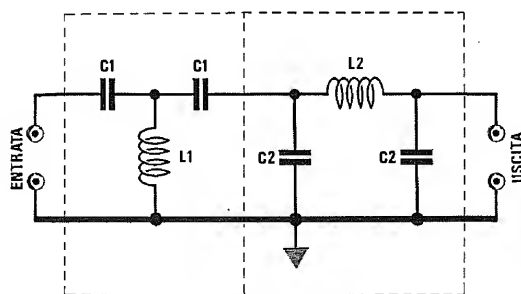
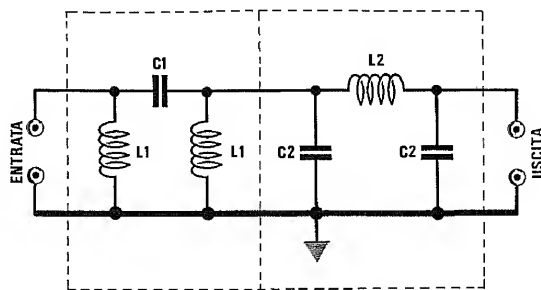

Fig.8 Filtro Passa/Banda composto da un Passa/Alto a T seguito da un Passa/Basso a Pi-Greco. Qui sotto le formule per calcolare i valori di L/C.
Fig.9 Filtro Passa/Banda composto da un Passa/Alto e da un Passa/Basso entrambi a Pi-Greco. Qui sotto le formule per calcolare i valori di L/C.
**Esempio** = Volete realizzare un filtro **Passa/Banda** in grado di lasciar passare le sole frequenze da **25 a 30 MHz**, utilizzando un filtro **Passa/Alto** a T seguito da un filtro **Passa/Basso** a Pi-Greco (vedi fig.8).
Per il filtro Passa/Alto potrete anche usare la configurazione a **Pi-Greco** come visibile in fig.9, anziché quella a **T** visibile in fig.8.
Ovviamente per calcolare il filtro Passa/Alto a Pi-Greco dovreste usare le formule riportate in fig.9.